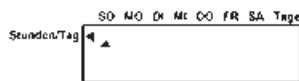

Abb.11
- Drücken Sie **■** zur Bestätigung. Oben auf dem Display wird jetzt ein Dreieck erscheinen, das den Tag zeigt (Abb. 11).